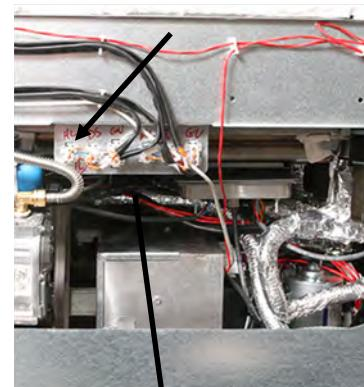

図 5
- b. ハイリミットを交換する場合、対応するハーネスコネクタブロックを探し、対応するハイリミットをハーネスブロックの内側から外します(図 5 参照)。